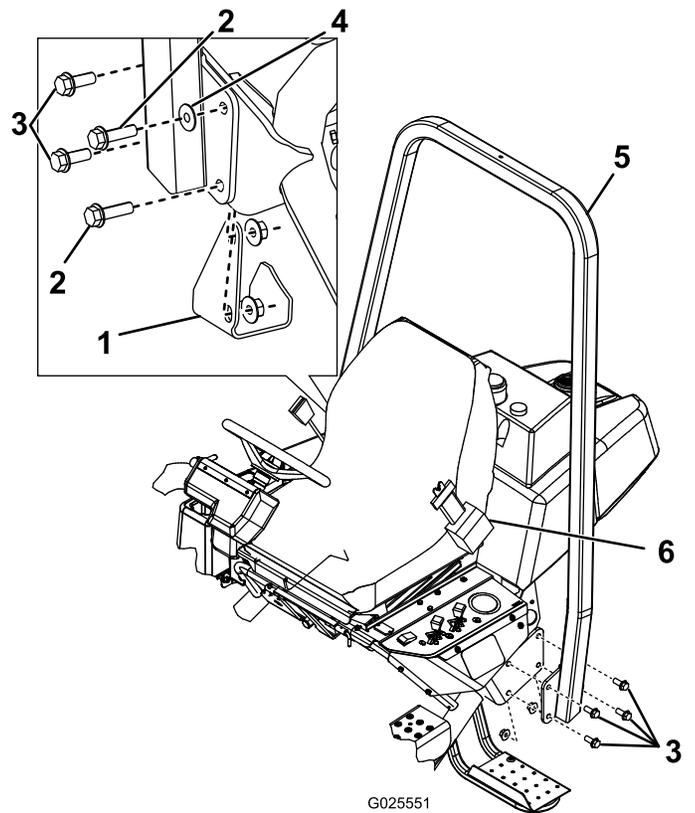

Figura 6
- Abbassate il telaio del sistema ROPS (Figura 6) sulle staffe di montaggio, allineando i fori di montaggio.
- Fissate il lato sinistro del roll bar alla staffa di montaggio con 4 bulloni ($\frac{1}{2}$ " x $1\frac{1}{2}$ " e dadi di bloccaggio (Figura 6). Serrate i fermi a un valore compreso tra 91 e 115 N·m.
- Fissate il lato destro del roll bar e il tampone di sollevamento rimosso in precedenza sulla staffa di montaggio con 2 bulloni ($\frac{1}{2}$ " x $1\frac{1}{2}$ "), 2 bulloni ($\frac{1}{2}$ " x $1\frac{3}{4}$ "), una rondella e dadi di bloccaggio come illustrato in Figura 6. Serrate i fermi a un valore compreso tra 91 e 115 N·m.
Importante: Assicuratevi di montare la rondella nella posizione corretta, come illustrato in Figura 6.